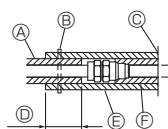

Fig. 4-1
3. Veillez à bien procéder à des travaux d'isolation sur les conduites d'eau en couvrant séparément tuyauterie avec une épaisseur suffisante de polyéthylène résistant à la chaleur, de sorte qu'aucun écart ne soit observé au niveau de l'articulation entre l'unité intérieure et le matériau isolant et les matériaux isolants en eux-mêmes. Lorsque l'isolation est insuffisante, il y a un risque de condensation, etc. Faites tout particulièrement attention à l'isolation dans l'entre-plafond. [Fig.4-1]